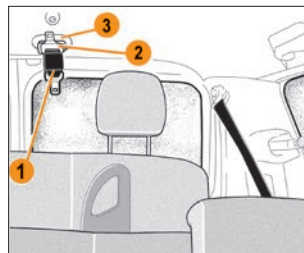
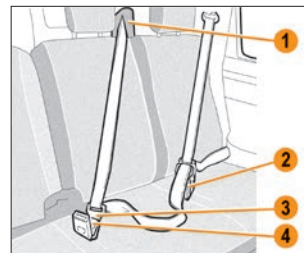

Рис. 2.5.5. Средний ремень безопасности в исходном положении
Рис. 2.5.6. Пристегивание средним ремнем безопасности
**Средний ремень безопасности на сиденье второго ряда:** медленно вытяните средний ремень **1** (рис. 2.5.5) из гнезда **3**. В целях обеспечения безопасности проденьте средний ремень безопасности в его направляющую **1** (рис. 2.5.6). Вставьте язычок **2** (см. рис. 2.5.5) в замок **2** (см. рис. 2.5.6) с кнопкой черного цвета до щелчка. Затем защелкните скользящую пряжку **3** в замке **4** с кнопкой красного цвета.